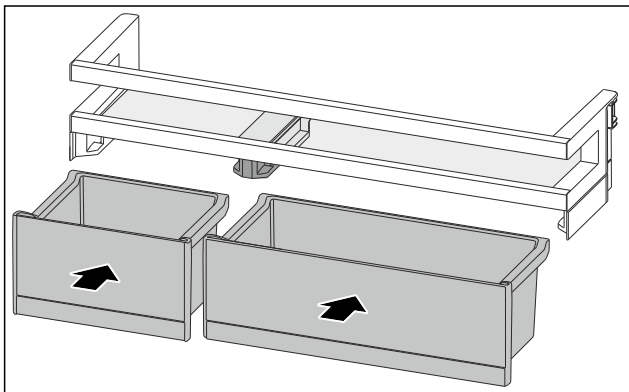

Fig. 189
- ▶ VarioBoxen in getauschter Anordnung einsetzen. (siehe Fig. 189)